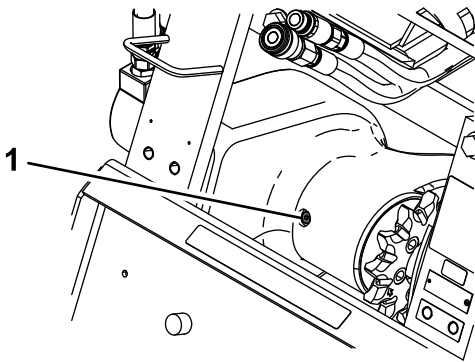

Figura 13
4. Limpie la zona alrededor del tapón del orificio de llenado de la caja de engranajes (Figura 13).
5. Retire el tapón del orificio de llenado (Figura 13).
3. Limpie la zona alrededor del tapón del orificio de llenado de la caja de engranajes (Figura 13).
4. Retire el tapón del orificio de llenado (Figura 13).